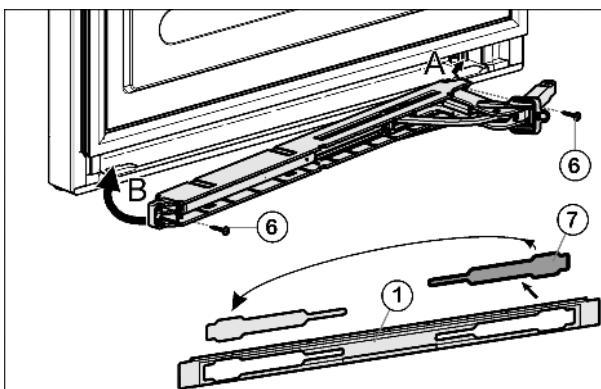

Fig. 10
- ▶ Освободите крышку Fig. 10 (7) из накладки Fig. 10 (1) и снова установите её на другой стороне.
- ▶ Зацепите (A) и поверните (B) узел амортизатора закрывания дверцы шарниром в сторону шарнира.
- ▶ Прикрутите (2 шт. Torx® 15) Fig. 10 (6)узел амортизатора закрывания дверцы.